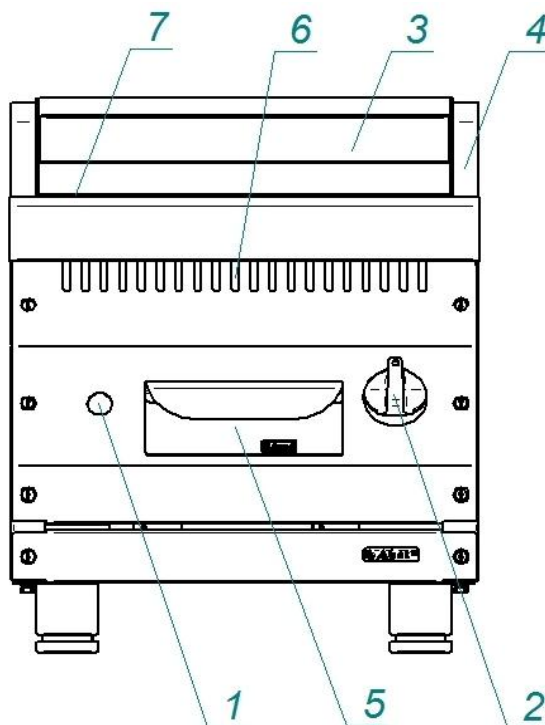

Рис. 1. Лава-гриль
4.1. Устройство газового гриля показано на Рис. 1.
Нажмите на ручку крана горелки и поверните ее против часовой стрелки, установив символ искры зажигания ★ напротив метки на панели управления (рис. 2а). Нажав до упора, одновременно произведите поджог газа при помощи пьезорозжига. Удерживайте ручку крана в течение не менее 15 секунд, после чего отпустите. После проведения вышеуказанных операций необходимо проконтролировать наличие горения газа, для чего необходимо посмотреть в смотровое окно 6 (рис.1), в котором можно наблюдать наличие пламени. Пламя должно быть устойчивым. Если пламя не горит, повторите операцию.